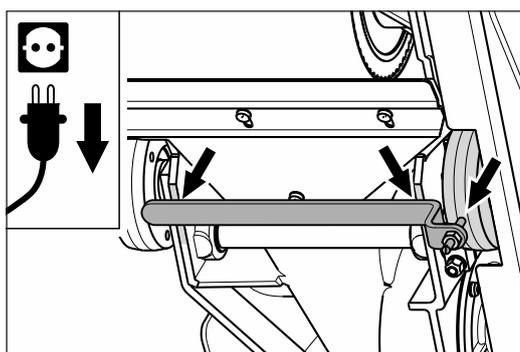
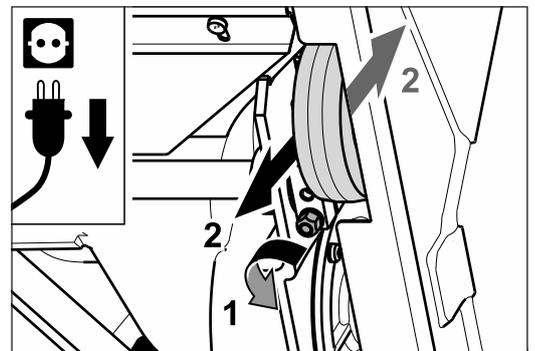

Abb. 50 Die aktuelle Einstellung des rechten Rads (von unten betrachtet) mit Hilfe der Einstellvorrichtung abnehmen.
Abb. 52 Die Mutter an der rechten Radklemmung lösen (1) und das Rad verschieben (2).
- 5 Zum Einstellen nehmen Sie zunächst mit der Einstellvorrichtung (siehe Werkzeugtasche) die Ist-Position des einstellbaren Rads ab. Legen Sie die Einstellvorrichtung so an das Maschinengehäuse an, dass sie sowohl beidseitig an dem Maschinengehäuse als auch an dem einstellbaren Rad anliegt (Abb. 50). Gegebenenfalls muss der Gewindestift der Einstellvorrichtung verdreht werden. Lösen Sie dafür die Mutter der Einstellvorrichtung.
- 7 Lösen Sie die Spannmutter an der Radklemmung des einstellbaren Rads (Abb. 52, 1) und legen Sie die Einstellvorrichtung nochmals an das Maschinengehäuse an (Abb. 50).
- 8 Stellen Sie das Rad mit der Einstellvorrichtung auf die gewünschte Position ein (Abb. 52, 2), so dass die Lauffläche des Rads bei Drehung den Gewindestift gerade noch berührt. Ziehen Sie die Mutter an der rechten Radklemmung wieder fest an.